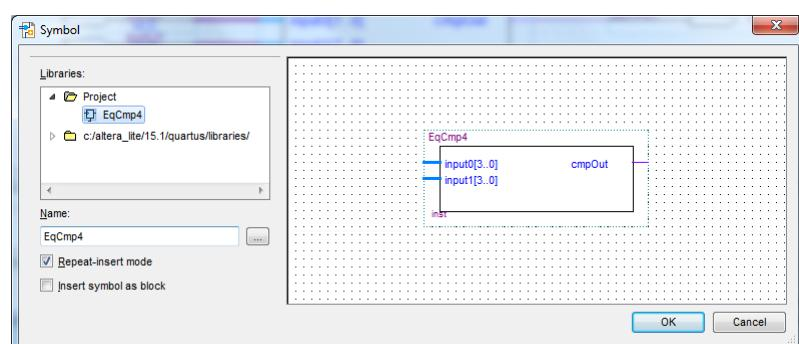
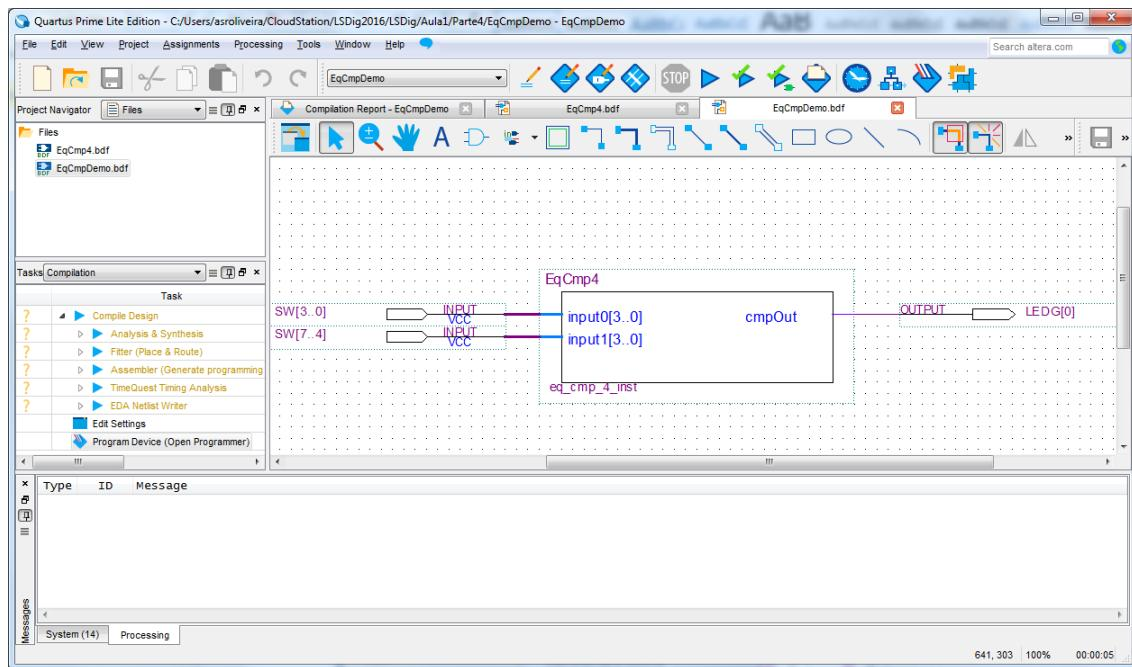

Figura 63 – Instanciação num diagrama esquemático do módulo “EqCmp4”.
Figura 64 – Interligação do módulo “EqCmp4” e dos portos de entrada e de saída e identificação dos diversos elementos do circuito no módulo “EqCmpDemo”.
**4.** Crie um novo ficheiro para um diagrama esquemático, chamado “EqCmpDemo.bdf”, para instanciar o comparador de igualdade construído no ponto anterior (Figura 63) e efetuar a sua interligação a pinos da FPGA. Ligue a entrada “input0[3..0]” aos interruptores SW[3..0], a entrada “input1[3..0]” aos interruptores SW[7..4] e a saída “cmpOut” a LEDG[0] tal como ilustrado na Figura 64.